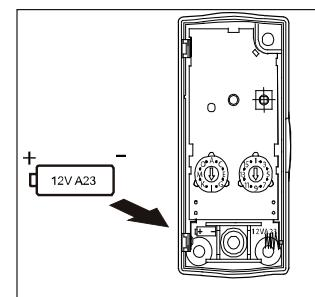

Fig. 6
5. Plaats een batterij van 12 volt (A23) met de juiste polariteit, om beschadiging van deurbelknop 23-570 te voorkomen. Fig. 6.